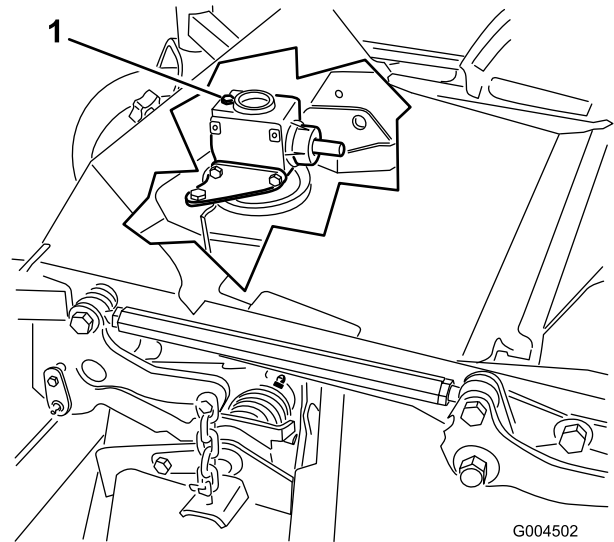

Bild 33
6. Nehmen Sie den Ölpeilstab bzw. die Füllschraube oben am Getriebe ab und stellen Sie sicher, dass das Öl zwischen den Markierungen am Peilstab liegt (Bild 33).
6. Nehmen Sie den Peilstab bzw. die Füllschraube von der Oberseite des Getriebes ab (Bild 33).